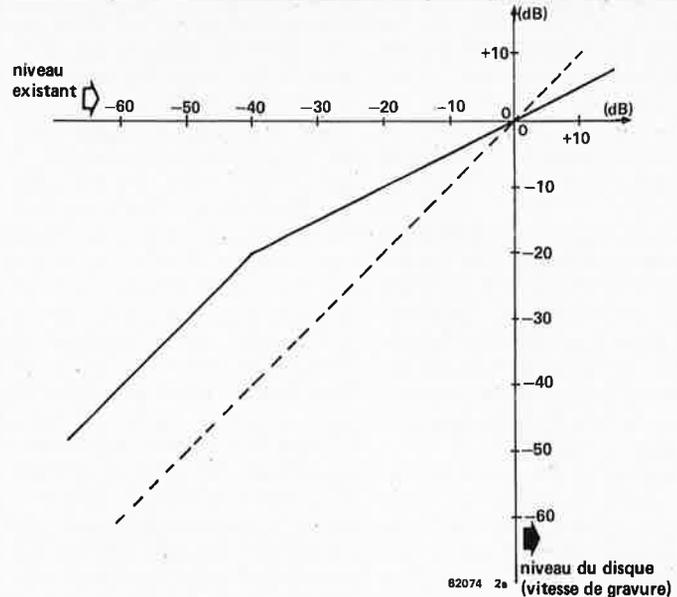
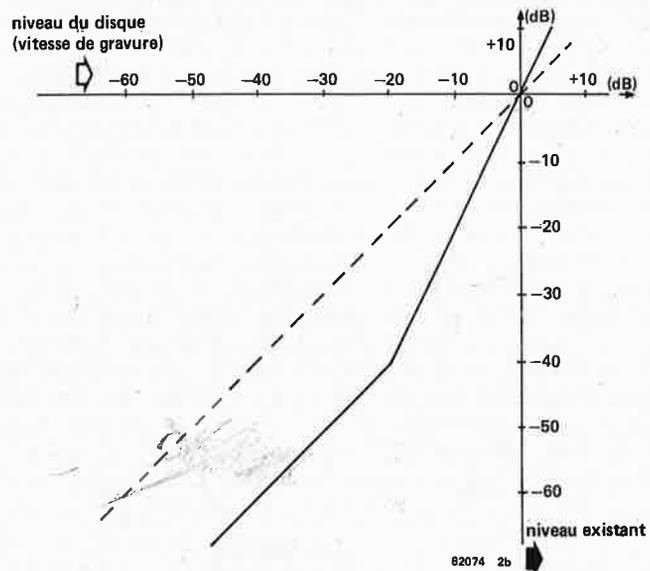
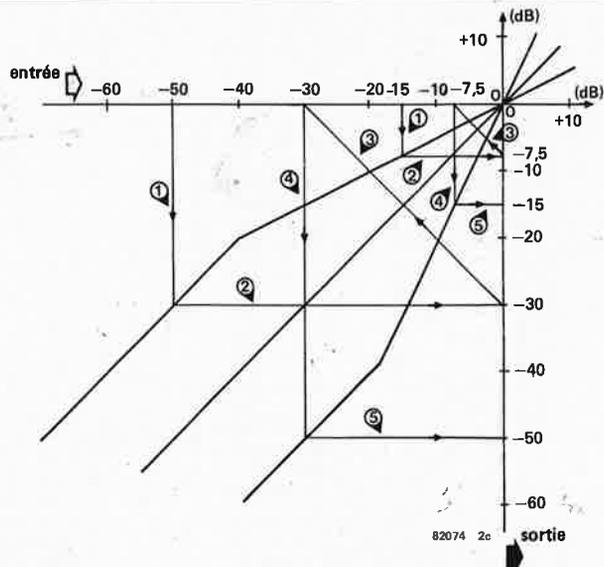

Figure 2a. Diagramme de la compression à la mode CX.
Figure 2b. Diagramme de l'expansion à la mode CX.
Figure 2c. Diagramme de la combinaison du compresseur et de l'expanseur du système CX.
Comment la compression et l'expansion agissent-elles? Commençons par la compression. Prenons la figure 2a. Les deux axes du graphique sont gradués en niveaux, donnés en dB. On trouve sur l'abscisse, (ligne horizontale), le niveau existant, c'est à dire la tension d'entrée du compresseur, sur l'ordonnée, (axe vertical), on lit la vitesse à laquelle le signal a été gravé sur le disque. Zéro dB correspond à une vitesse de 3,54 cm par seconde. S'il n'y a pas de compression, il existe une relation linéaire entre la
vitesse et le niveau existant, c'est ce qu'illustre la ligne en pointillés de la figure 2a. Lorsque le niveau existant dépasse -40 dB on parle d'une compression de rapport 2 : 1; une variation de x dB du niveau, d'entrée entraîne un changement de $\frac{1}{2}x$ dB de la vitesse de gravure. Lorsque le niveau d'entrée reste inférieur à -40 dB, on maintient le rapport avec la vitesse de gravure à 1 : 1, il n'y a pas de compression.
Passons maintenant à l'expansion. Penchez-vous sur la figure 2b. La tension d'entrée de l'expanséur est représentée sur l'abscisse de la figure 2b, elle est fonction de la vitesse de gravure du disque, du niveau de reproduction donc. Ici encore, zéro dB correspond à une vitesse de gravure de 3,54 cm par seconde. Nous retrouvons ici aussi la ligne pointillée à 45° en cas d'absence d'expansion. Lorsque le niveau gravé sur le disque atteint ou dépasse -20 dB il y a expansion dans le rapport 1 : 2. Ce qui signifie qu'une variation de x dB du niveau du disque entraîne une variation de $2x$ dB du niveau de sortie de l'expanséur. Si le niveau gravé sur le disque est inférieur à -20 dB, il n'y a pas d'expansion. Le graphique montre cette évolution sous la forme d'un angle de 45° qui correspond à un rapport de 1 : 1.
La somme des effets de la compression et de l'expansion doit finir par produire un rapport de 1 : 1 entre le niveau d'entrée du compresseur, (abscisse de la figure 2a) et le niveau de sortie de l'expanséur, (ordonnée de la figure 2b). Cela est-il le cas. Il n'y a qu'à regarder la figure 2c. On y voit en effet que pour les exemples de niveaux d'entrée de -15 dB et de -50 dB on a bien -15 dB et -50 dB en sortie. Les deux droites affublées d'un ③ sur la figure 2c, correspondant au passage de l'ordonnée de la figure 2a à l'abscisse de la figure 2b: ces deux axes sont en relation avec le niveau du disque, (vitesse de gravure). On peut garantir ainsi que tout va rentrer dans l'ordre, après une compression et une expansion. Les positions des points de rupture des courbes de caractéristiques de compression et d'expansion sont symétriques par rapport à la caractéristique d'ensemble que représente la ligne à 45° . De très légères variations dans le positionnement de ces points de rupture, dues à un réglage de niveau imparfait, n'ont aucun effet néfaste sur le résultat final.
mande des OTA entrent respectivement par les broches 1 et 16 de IC4. Pour les deux OTA, le courant de commande est égal à la moitié du courant de collecteur de T4. On voit tout de suite qu'en dessous d'un niveau déterminé, (moins de -20 dB comme le montre la figure 2b), ce courant de commande reste constant. Il n'y a pas d'expansion.